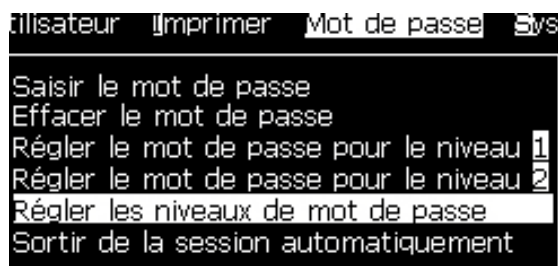
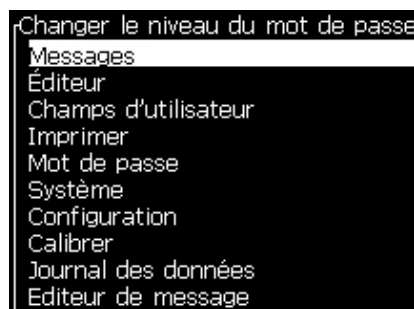

Figure 4-8: Configurer les niveaux du mot de passe
Figure 4-9: Changer le niveau du mot de passe
- 1 Appuyez sur *Alt + w* et sélectionnez *Régler les niveaux de mot de passe* (voir la section Figure 4-8) pour ouvrir l'écran *Modifier niveaux du mot de passe* (voir la section Figure 4-9).
- 2 Sélectionnez le menu (voir la section Figure 4-9) qui nécessite un changement d'accès du niveau de mot de passe et appuyez sur la touche *Entrée*. L'écran *Saisir Mot de passe* apparaît (voir la section Figure 4-10 à la page 4-6).